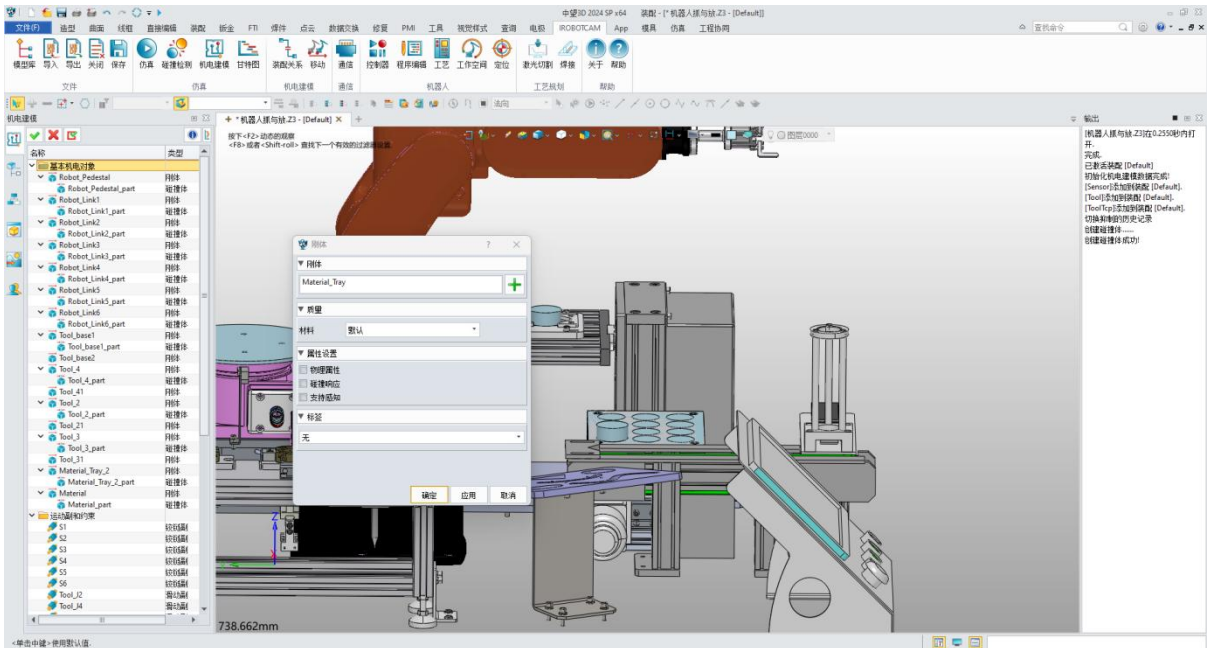

图 10-20：添加物料支撑台刚体
- 给“Materia\_Tray”添加刚体：（图 10-20）